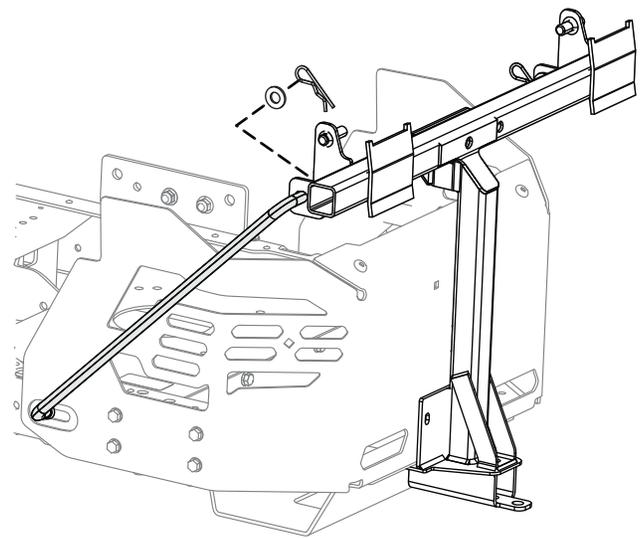

Bild 5
7. Setzen Sie das gebogene, flache Ende einer Stange in den verkeiltten Schlitz an der linken Seite des Maschinenrahmens ein und bewegen die Stange nach hinten, damit sie im Rahmen sitzt (Bild 5).